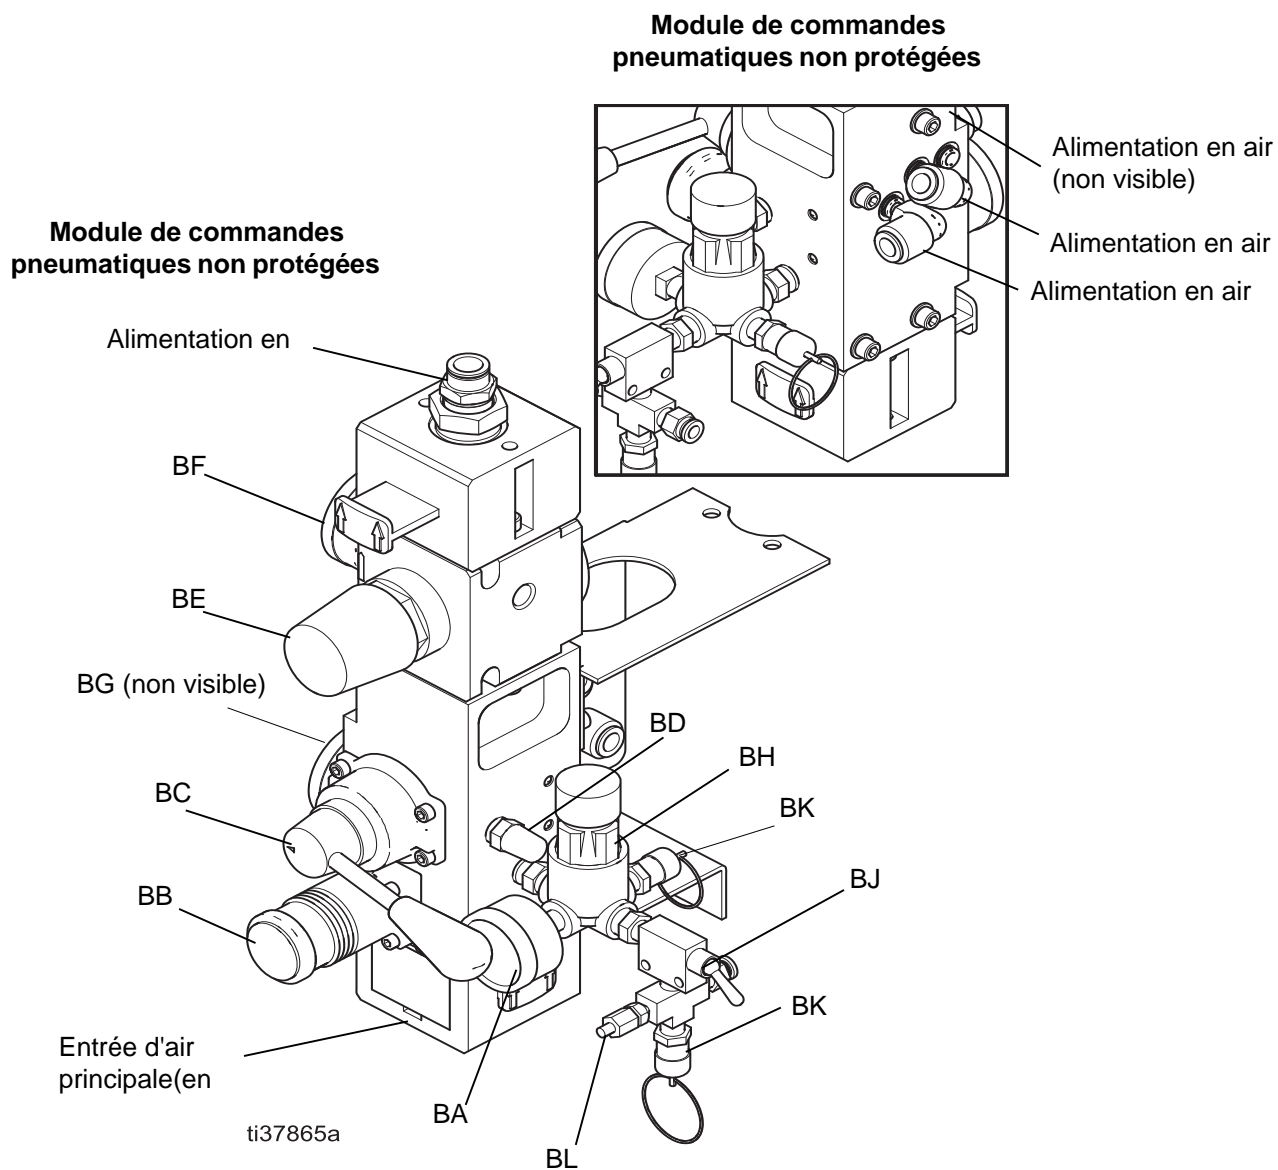

FIG. 2: Module de commande pneumatique exposé
H Commandes pneumatiques non protégées (voir la FIG. 2)
Voir la FIG. 2. La taille de l'admission d'air est de 3/4 npt (f) sur les commandes pneumatiques exposées. Les commandes pneumatiques intégrées comprennent :
1. Fermez la vanne coulissante du moteur pneumatique (BF). Voir la FIG. 2.
2. Remettez le régulateur d'air de la commande d'élévateur à zéro. Mettez le commutateur/vanne de la commande d'élévateur (BC) vers le BAS. L'élévateur va descendre lentement.
4. Mettez le commutateur du joint gonflable (BJ) en position OFF.
6. Fermez la vanne d'air principale (BA).